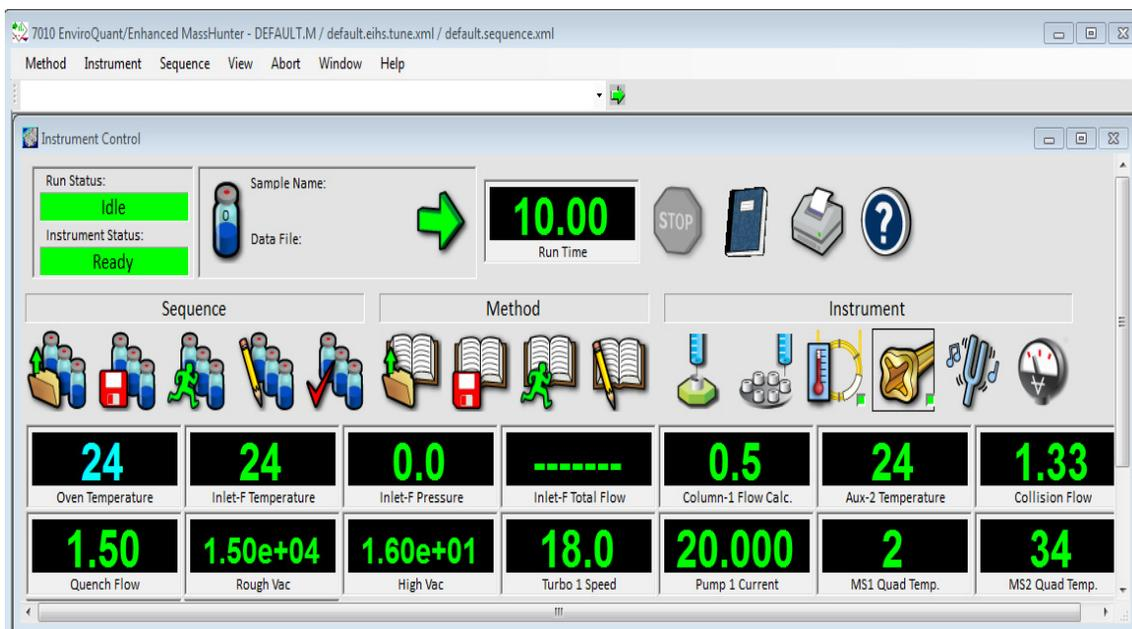

Figura 27. Organización de monitores
- 10 En caso necesario, seleccione **Window > Arrange Monitors** (Ventana > Organizar monitores) o haga clic y arrastre cada monitor a la posición deseada. En la **Figura 27** se muestra una forma de organizar los monitores.